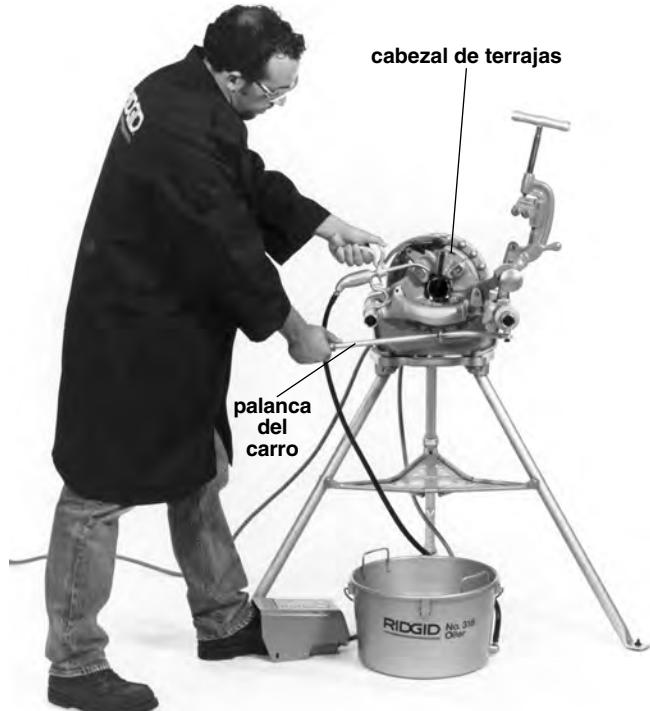

Figura 11 – Roscado de un tubo con un cabezal de terrajas de autoapertura o uno de apertura rápida
4. Adopte la postura correcta para trabajar (*Figura 11*).
1. Chequee que la escariadora y el cabezal de terrajas se encuentren hacia la parte trasera del carro (*Figura 11*).